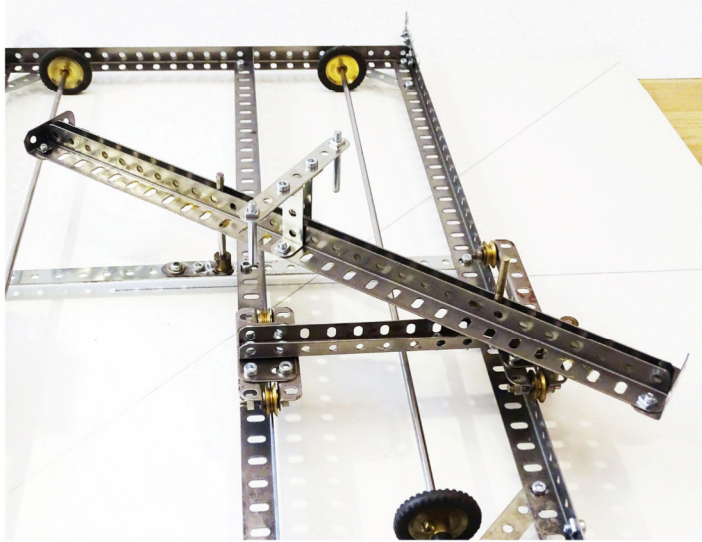

Fig. 8 Troisième chariot en position
**Le troisième chariot** n'est pas toujours monté sur roues, ici, c'est une simple glissière qui coulisse librement sur les deux tringles verticales situées sur les chariots N°1 et N°2. Un peu de graisse facilite ce mouvement. Cet élément, le plus simple à réaliser, est l'élément clé du mécanisme (Fig. 8).